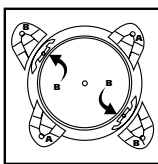

FIGURA 5
5. Tome las bases para las ruedas marcadas con la letra **B**, y colóquelas en la parte frontal derecha y en la parte posterior izquierda del depósito que también están marcadas con la letra **B**. **FIGURA 5**